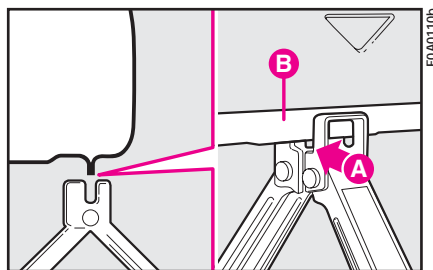

рис. 9
11) Установите ручку и, открывая домкрат, убедитесь, что нижнее ребро **B** лонжерона входит в паз **A** домкрата (рис. 9).